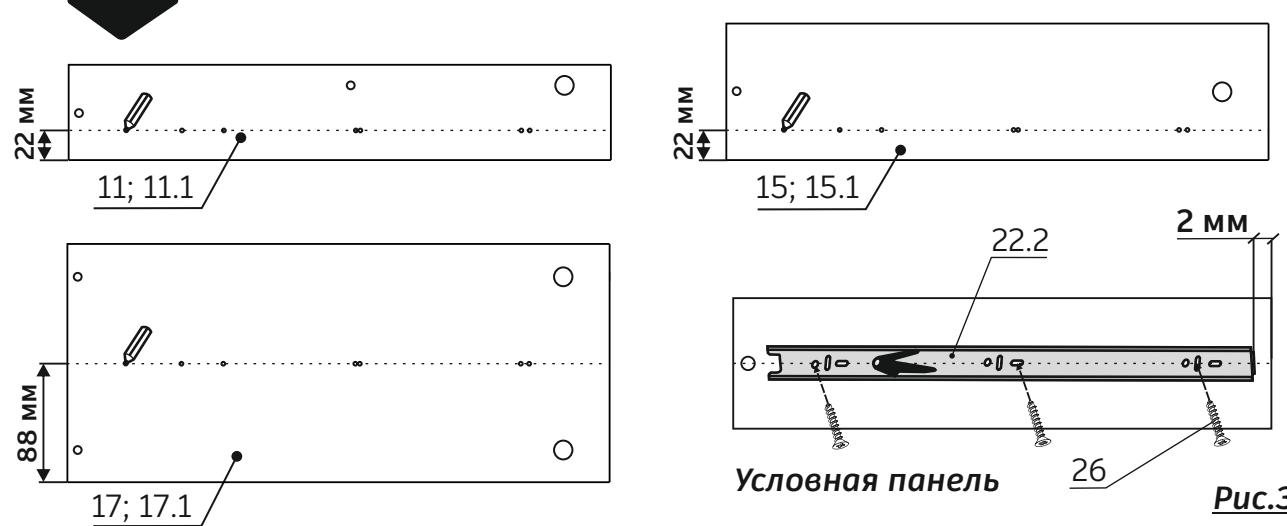

Рис.3
1. Провести линию карандашом на боковых стенках ящиков (левых, поз.11, поз.15, поз.17 (5 шт) и правых, поз.11.1, поз.15.1, поз.17.1 (5 шт), соединив существующие наколки видимой линией (см. рис.3)
2. Приложить направляющую к каждой боковой стенке ящика так, чтобы центры отверстий направляющей совпали с линией на боковой стенке ящика, выдержав размеры, показанные на рис.3
3. Крепить направляющие к каждой боковой стенке ящика шурупами 3,5x16 (поз.26) – 3 шт (см. рис.3).